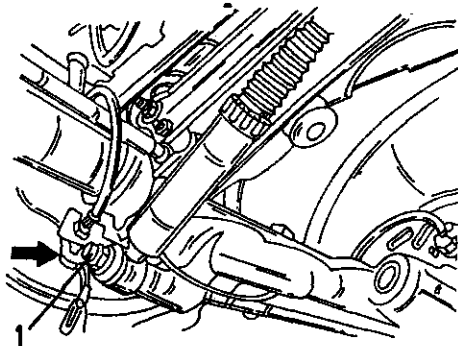

Рис. 241. Крепление амортизатора с нижней стороны. Амортизатор крепится гайкой (1). Стрелкой указано крепление тормозного шланга.
- Снять амортизатора. Для вытаскивания нижнего болта крепления амортизатора продольный рычаг должен быть соответственно поднят (Рис. 241).